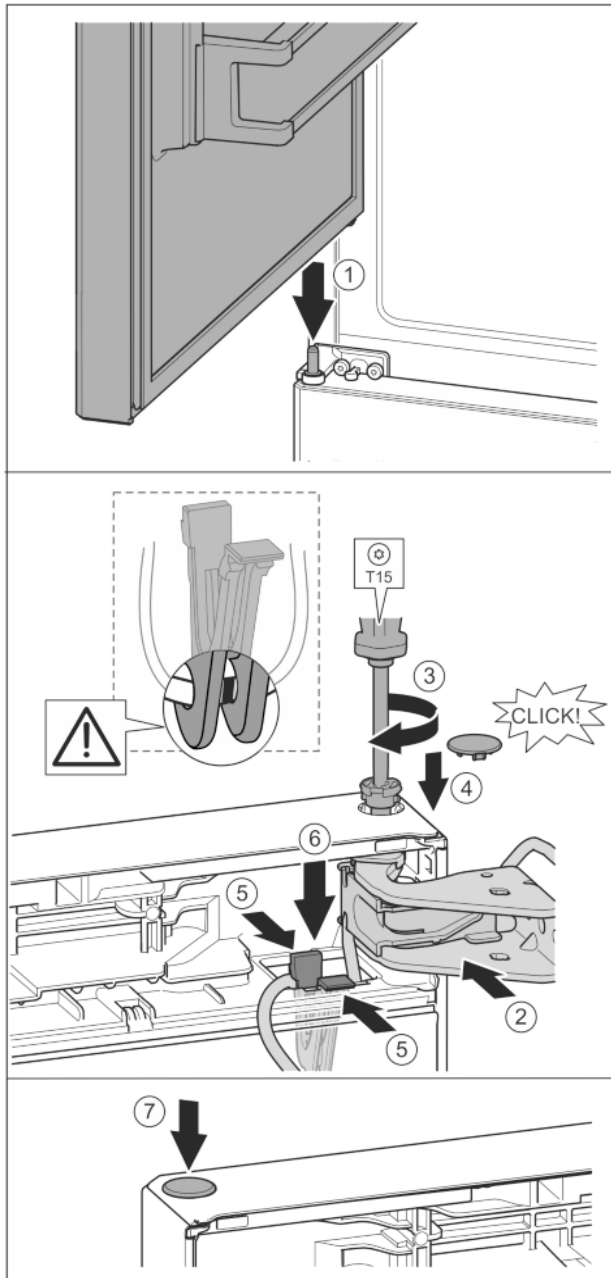

Fig. 41
- ▶ A felső ajtót helyezze a középső csapszegre Fig. 41 (1)
- ▶ Fent igazítsa a csapágybak nyílásához az ajtót. Fig. 41 (2)
- ▶ Helyezze be a csapot, és a T15 csavarhúzóval húzza meg. Fig. 41 (3)
- ▶ Az ajtó biztosítása érdekében szerelje fel a biztonsági fedelet: Helyezze fel a biztonsági fedelet, és ellenőrizze, hogy felfekszik-e az ajtó. Egyébként a csapszeget teljesen helyezze be. Fig. 41 (4)
- ▶ Helyezze a nyílásba a tartót a ráöngített vezetékkel együtt. Fig. 41 (5)
- ▶ Nyomja lefelé a fedőlemezt, míg be nem pattant a fedőlemez. Fig. 41 (6)
- ▶ Helyezze be a dugót. Fig. 41 (7)